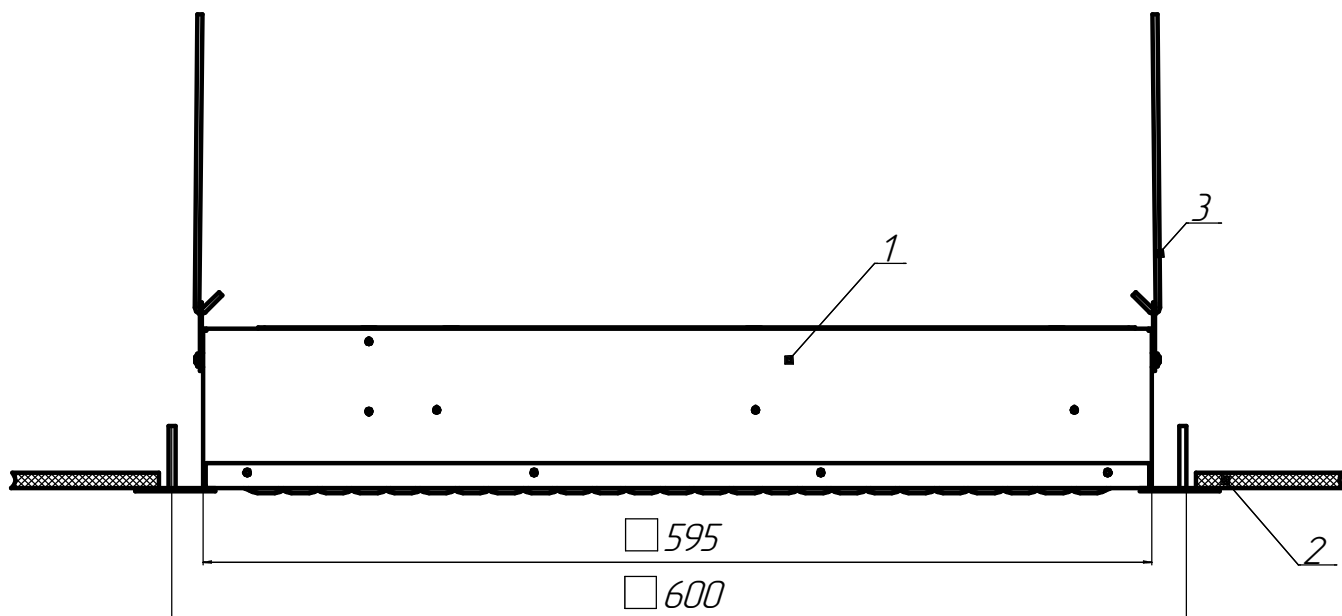

Рисунок 2 - Схема установки светильника ДБВО01.
5.5 Установите светильник в потолок (рисунок 2).